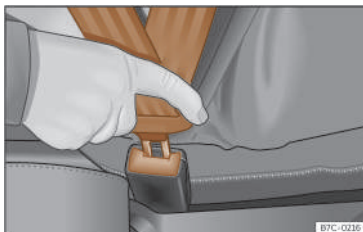

Fig. 20 Inserire la linguetta della cintura di sicurezza nella relativa chiusura.
- Incastrare la linguetta nella chiusura del relativo sedile >>> **fig. 20**.